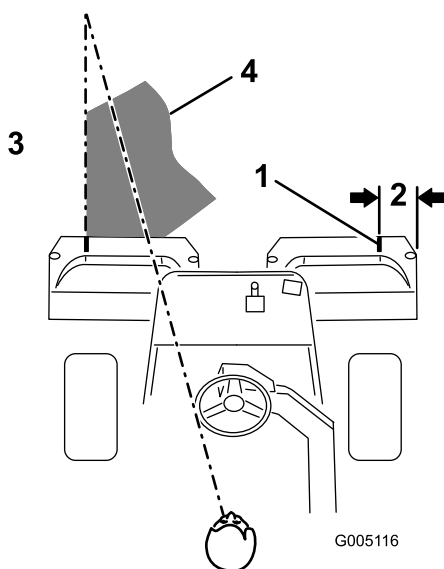

Figure 36
**Remarque:** Pour vous aider à traverser le green en ligne droite et à maintenir la machine à égale distance du bord de la passe précédente, imaginez une ligne de vision imaginaire à environ 1,8 à 3 m en avant de la machine jusqu'au bord de la partie non coupée du green (Figure 36). Faites passer la ligne de vision par le bord extérieur du volant, c.-à-d. de maintenir le bord du volant aligné sur un point se trouvant toujours à la même distance par rapport à l'avant de la machine.